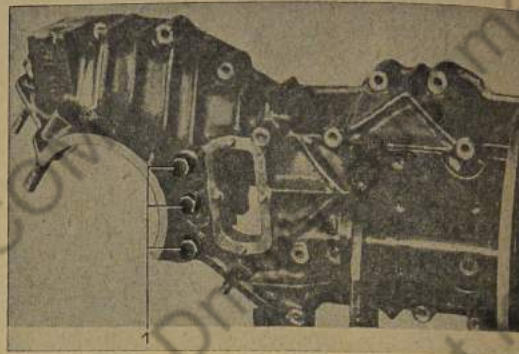

Bild 413: Lagerbock für Zylinderrollenlager des Antriebskegelrades anschrauben
16. Lagerbock für Zylinderrollenlager des Antriebskegelrades anschrauben (3 Schrauben, Spannring). 2 lange Schrauben außen, 1 kurze Schraube in der Mitte (Bild 413).